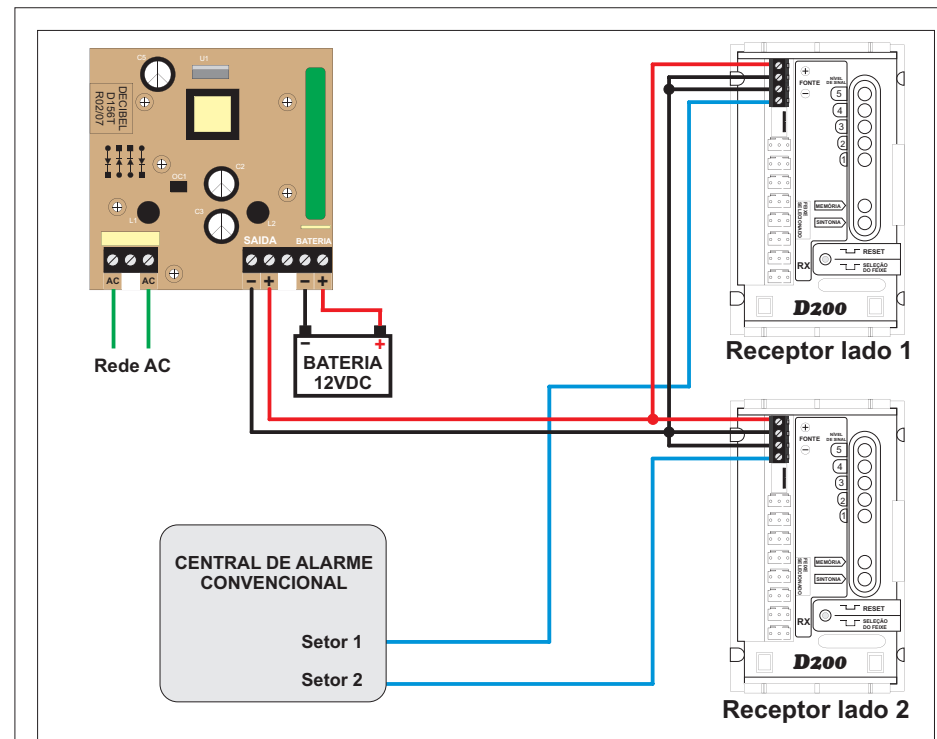

Figura 10
-Caso as barreiras sejam instaladas em uma central de alarme comum, conecte os cabos conforme mostrado na figura 10.